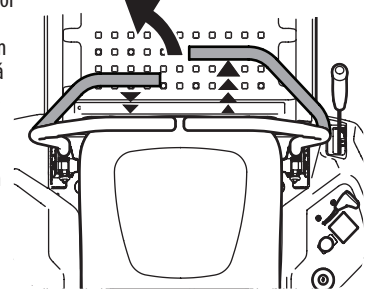

Figura 29
1. Para girar a la izquierda, mueva la palanca de control de la transmisión del lado izquierdo hacia atrás respecto de la palanca de control de la transmisión derecha. Consulte la Figura 29.